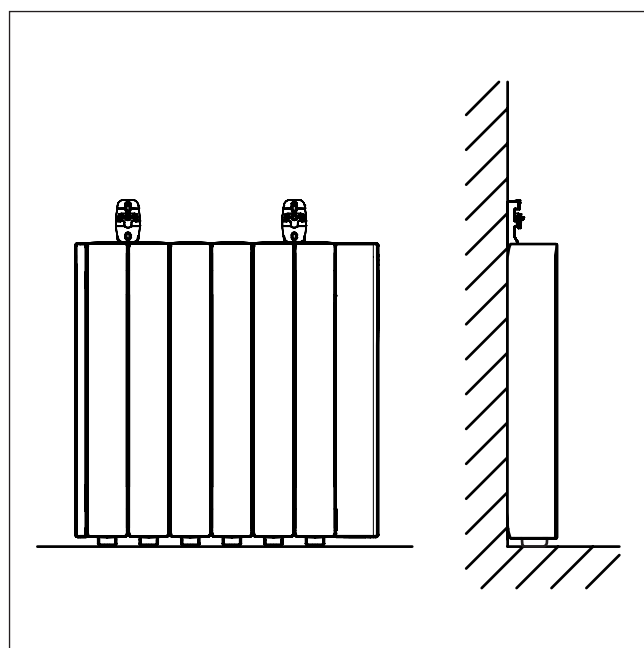

Figura 1
- Colocar el emisor en el suelo, contra la pared como indica la Figura 1, situar los soportes sobre la batería (en modelos de 3, 4, 6 y 8 elementos entre el primer y segundo elemento (ver Fig.1) y en modelos de 10, 12 y 13 elementos entre el segundo y el tercer elemento por ambos lados).